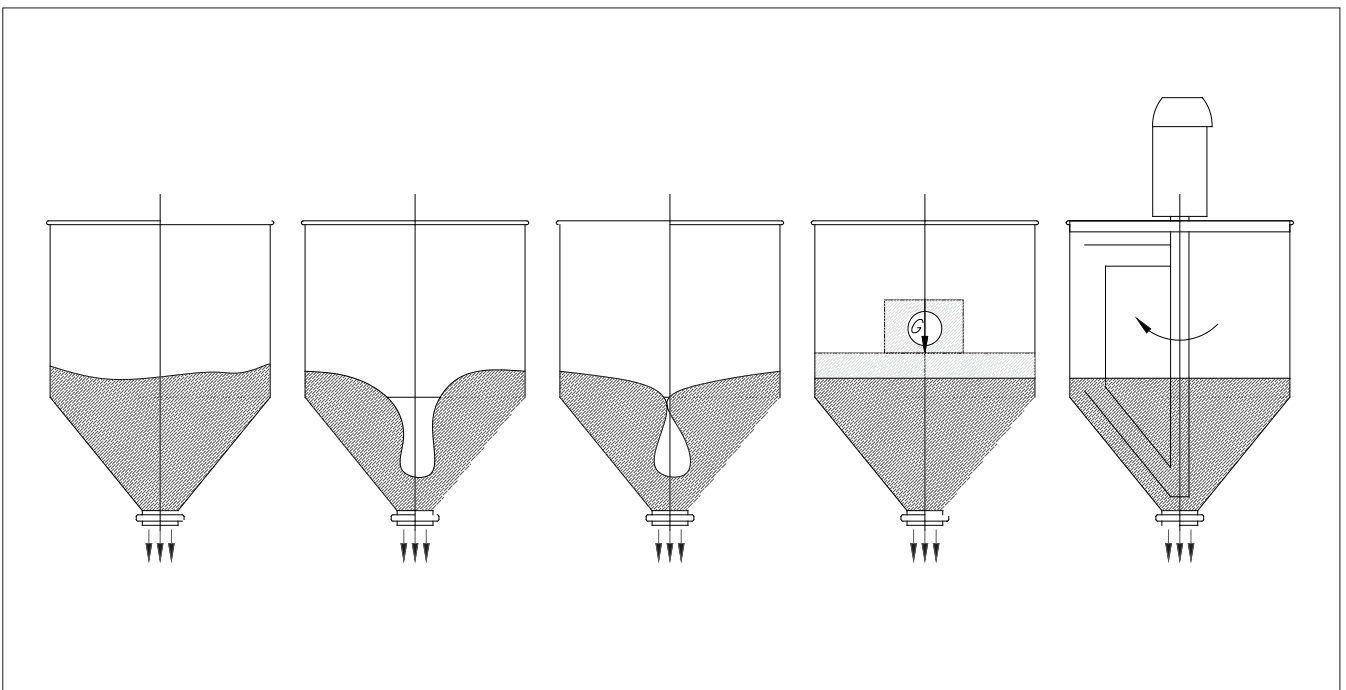

Рис. 7
- Физические свойства массы (текучесть, вязкость, состав и т.п.). Заготовка не должна быть слишком вязкой (например, вареное сгущенное молоко) или иметь малую текучесть (например, взбитые сливки). Эти свойства затрудняют ее поступление в гидроцилиндр из бака, вызывая попадание воздуха в нагнетаемую начинку (рис. 7). Для борьбы с этим для вязких начинок рекомендуется использовать дополнительный груз (обычно крышка или диск с прижимом) или принудительное перемешивание массы электрической мешалкой. Также в ряде случаев, можно размешать (разбавить) вязкие начинки с маловязкими массами (например, сливками).